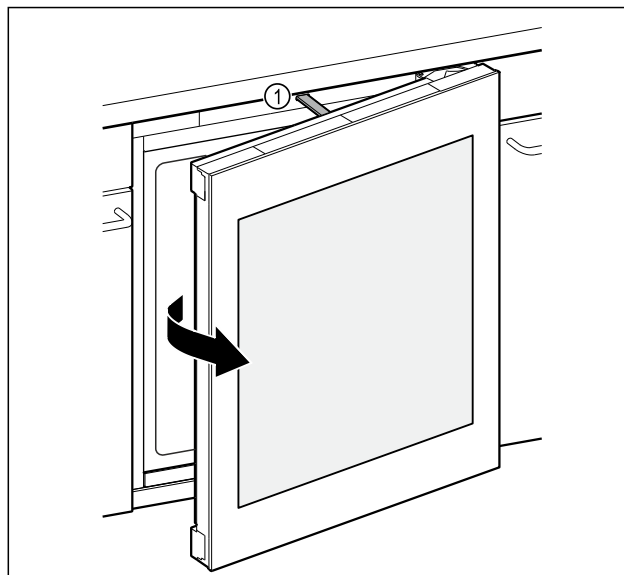

Fig. 92
- Posuvné táhlo Fig. 92 (1) otevře dveře přibližně na 7 cm.